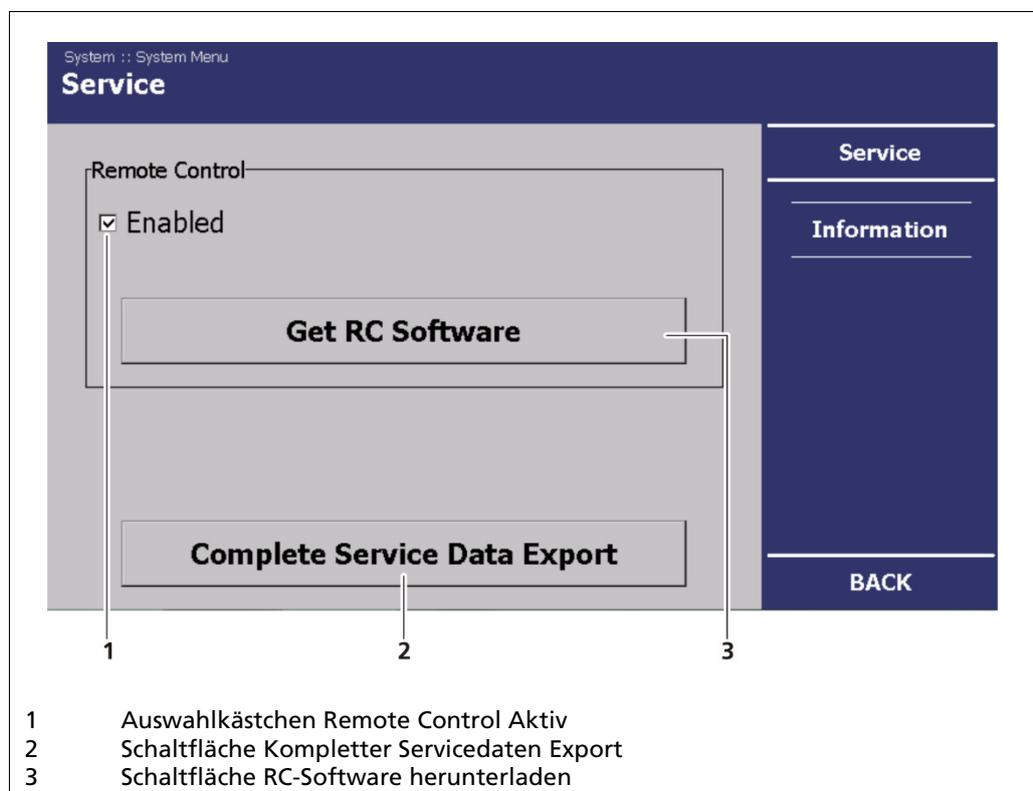

Abb. 39 Systemmenü, Service
Damit die Remote Control funktioniert, muss das Häkchen auf „Aktiv“ gesetzt sein (Abb. 39, Pos. 1).
1. Klicken Sie auf „RC-Software herunterladen“, um die RC-Software von der AWE auf den USB-Stick herunter zu laden (Abb. 39, Pos. 3).
Klicken Sie auf „Kompletter Servicedaten Export“, um die Servicedaten auf den USB-Stick zu laden (Abb. 39, Pos. 2).